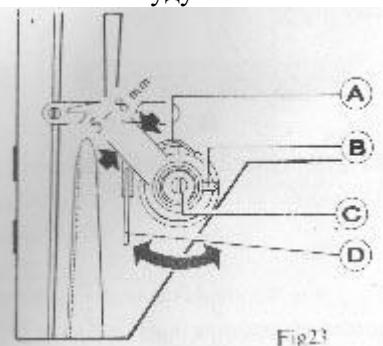

Рис. 23
5.1.2 Регулировка амплитуды пружины нитепрятгивателя (рис. 23)